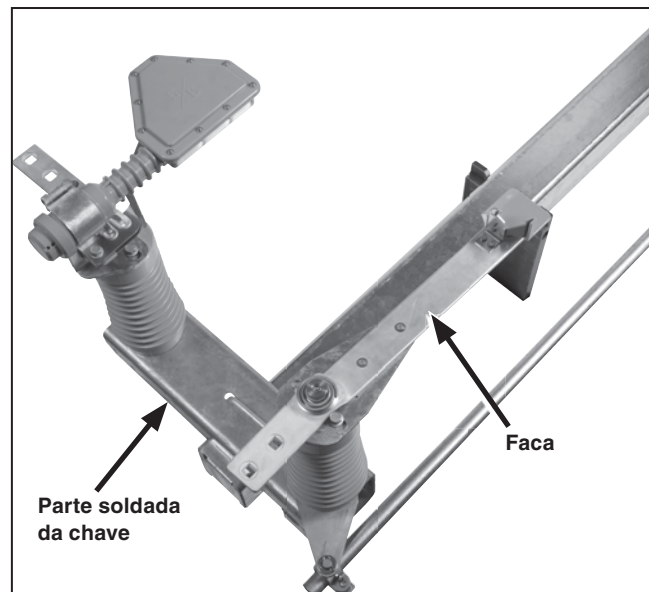

Figura 32. Faca a 90 graus da posição soldada da chave.
- (b) Com a alavanca de operação na excursão máxima na direção aberta, as facas se posicionam a 90 graus em relação à posição **Fechada** (perpendicular à parte soldada da chave). Ver Figura 32.
Certifique-se que a chave está com todas as três unidades-polo abertas e que suas facas estão a aproximadamente 90 graus em relação à posição **Fechada** (perpendicular à parte soldada da chave). Ver Figura 32 na página 28.